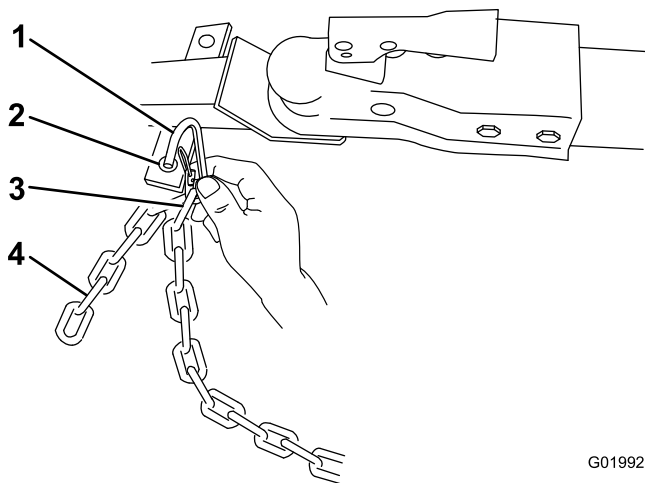

Figure 19
3. Accrochez chaque bout de la chaîne au point de montage de la chaîne de sécurité du véhicule tracteur à l'aide des maillons d'attache (Figure 19).